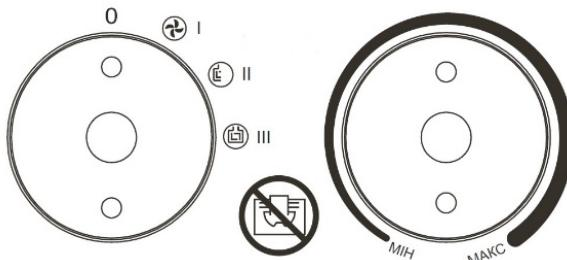

Рисунок 5
2. Встановіть перемикач режимів роботи (2) у положення «0» (Рисунок 5).
3. Встановіть терморегулятор (3) у положення «MIN» (Рисунок 5).